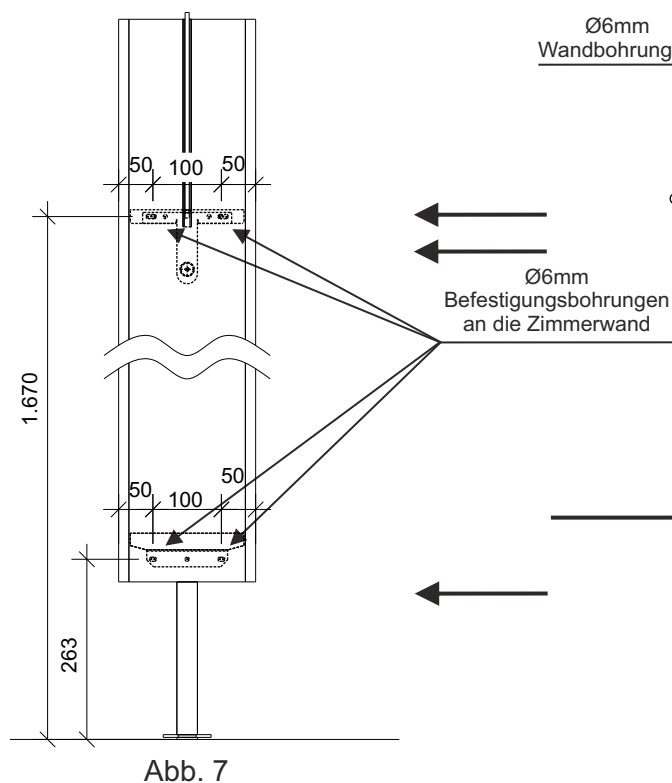

Abb. 7
10. Bohren Sie entsprechend Abb. 7 Ø6mm Dübellöcher in die Zimmerwand.